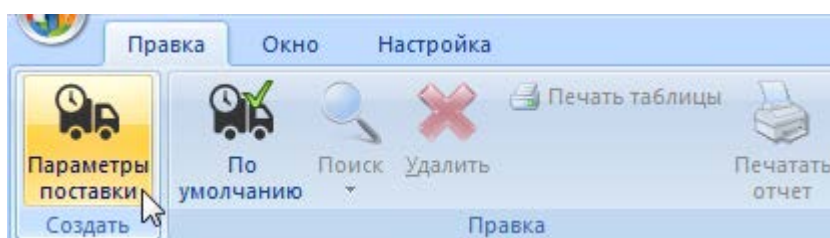

Рис. 9-87 – Вкладка «Правка»
5) Перейти в окно связанных объектов «Параметры поставки» и нажать кнопку «Параметры поставки на панели «Создать» (рис. 9-87).